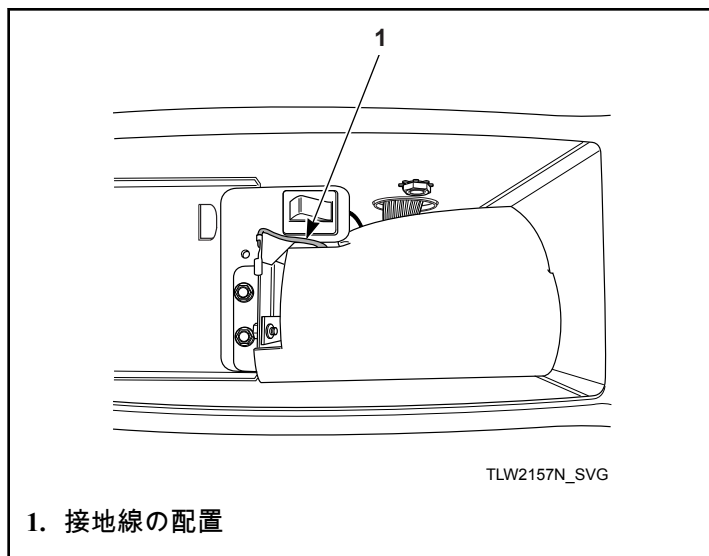

図 21
7. コインスライドと拡張部を取り付ける前に、コインスライドに隙間を設けるために接地線が制御シールドの下に隠れていることを確認してください。図 21 を参照してください。